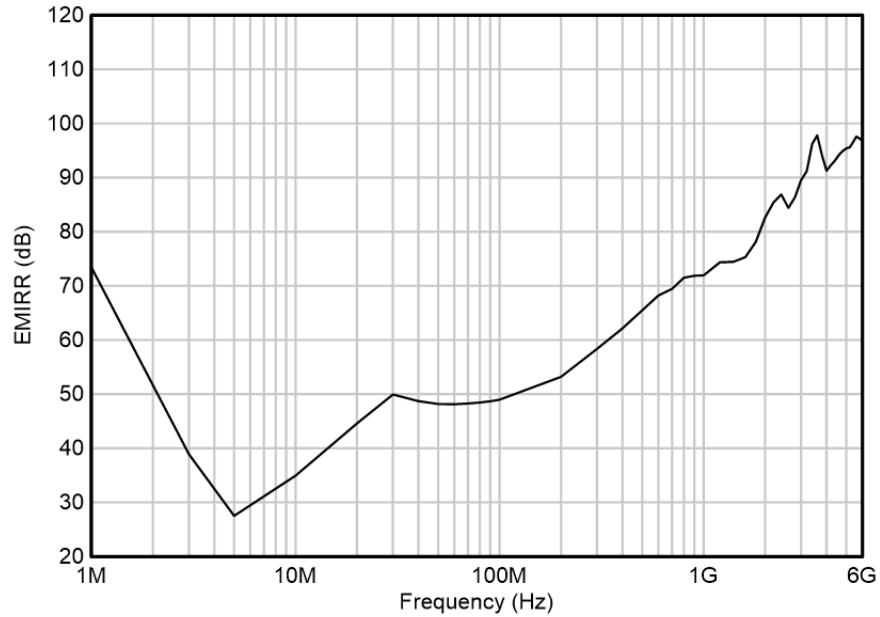

图 6-3. EMIRR 测试
德州仪器 (TI) 已具备在 10MHz 至 6GHz 宽频谱范围内准确测量和量化运算放大器抗扰度的能力。图 6-3 展示了对 TLVx825 执行此测试的结果。表 6-1 列出了 TLVx825 在实际应用中常见特定频率下的 EMIRR IN+ 值。表 6-1 列出了可在下图所示的特定频率或其近似频率下运行的应用。另请参见 运算放大器的 EMI 抑制比 \(以 OPA333 和 OPA333-Q1 为例\) 应用报告。